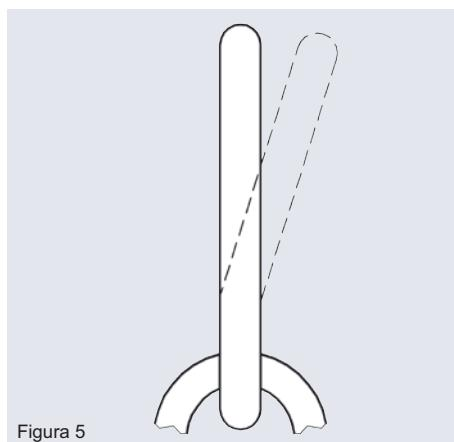

Figura 5
- Anilla de elevación deformada (Figura 5)